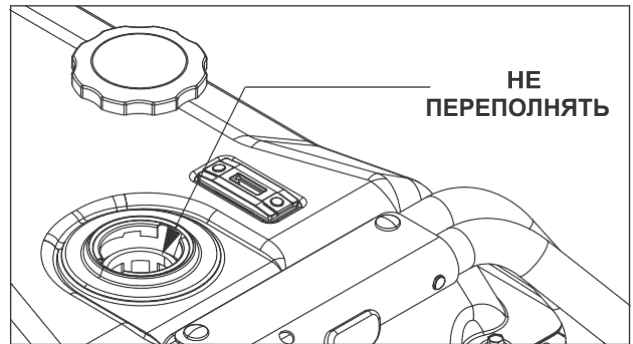

Рисунок 4 – Уровень топлива
- Постепенно заливайте бензин в горловину бака. Будьте осторожны, не переполняйте бак! (Рис. 4)